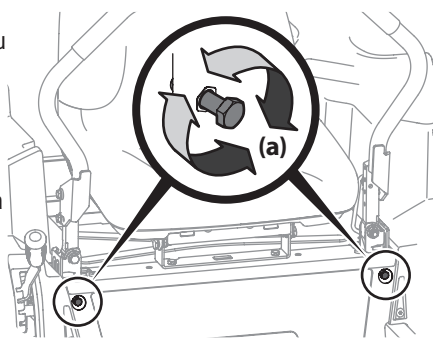

Figure 45
2. Repérez les boulons de réglage (a) des barres de conduite à l'avant du châssis du siège. Voir Figure 45.
3. Pour réduire la vitesse en marche avant, tournez les boulons de réglage (a) vers la droite. Pour augmenter la vitesse en marche avant, tournez les boulons de réglage (a) vers la gauche. Tournez les boulons de réglage (a) des barres de conduite dans la direction nécessaire d'un quart de tour à la fois. Après avoir ajusté les boulons de réglage (a), conduisez l'appareil pour vérifier le réglage. Voir Figure 45.